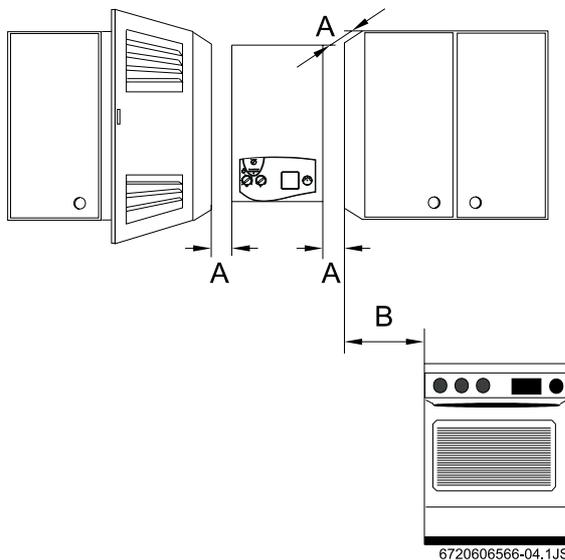

Fig. 5 Distanze minime
- ▶ Per facilitare l'accesso all'apparecchio e per ogni tipo di intervento di manutenzione, prevedere una distanza minima secondo le indicazioni riportate nella Fig. 5.